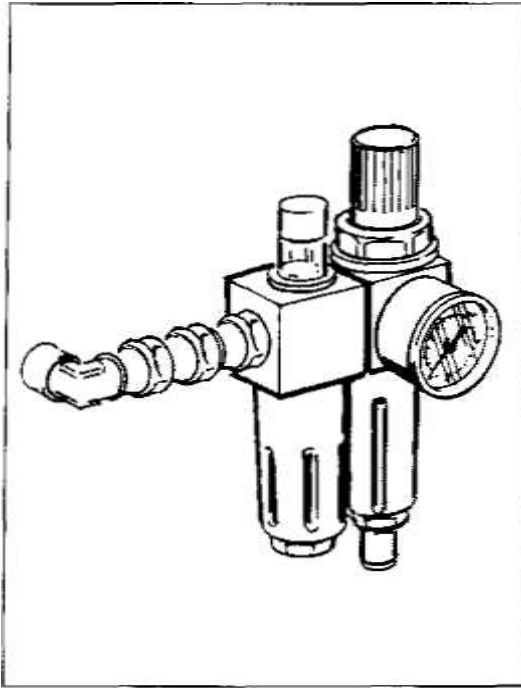

Рис. 7-3 Основной смазочный аппарат
7.2. ОСНОВНОЙ СМАЗОЧНЫЙ АППАРАТ (ЛУБРИКАТОР) (РИС. 7-3)